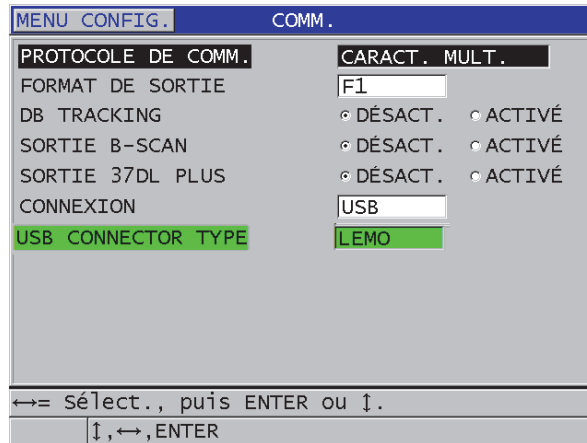

Figure 14-1 Sélection de la connexion USB et du type de connecteur
6. Dans l'écran **COMM.**, réglez le paramètre **CONNEXION** sur **USB** (Figure 14-1 à la page 281).